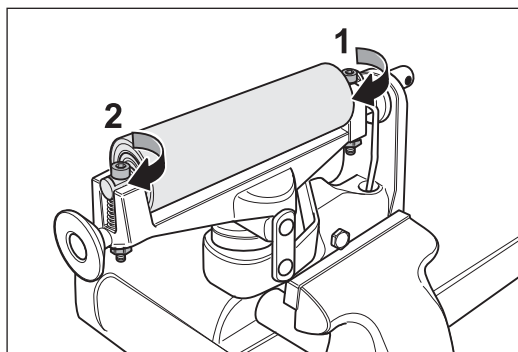
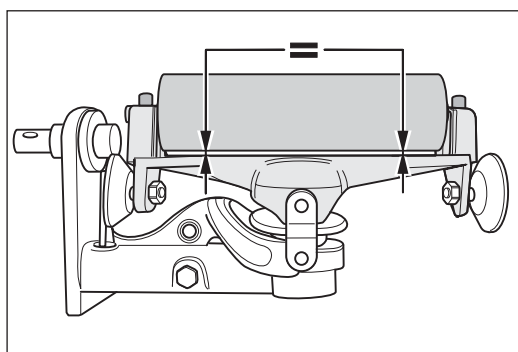

Abb. 53 Die Schraube an der ungefederten Seite anziehen (1) und anschließend die Schraube an der gefederten Seite (2), so dass ...
Abb. 54 ... die Spannwalze parallel zum Aggregat-Oberteil liegt.
- 7 Ziehen Sie die Schraube an der ungefederten Lagerbockseite fest (Abb. 53, 1).
- 8 Drehen Sie die Schraube der gefederten Seite der Spannwalze (Abb. 53, 2) so weit hinein, bis die Spannwalze parallel zum Aggregat-Oberteil liegt (Abb. 54).